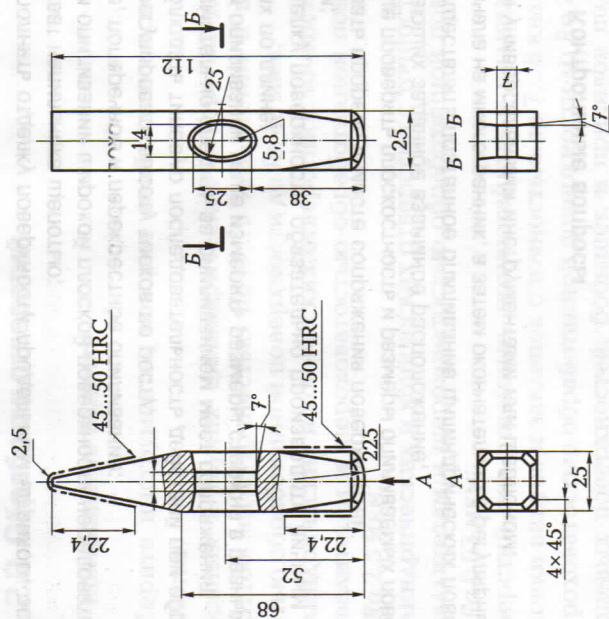

Рис. 1.5. Слесарный молоток с квадратным бойком
13. Составьте инструкционную карту изготовления слесарного молотка с квадратным бойком, изображенного на рис. 1.5.